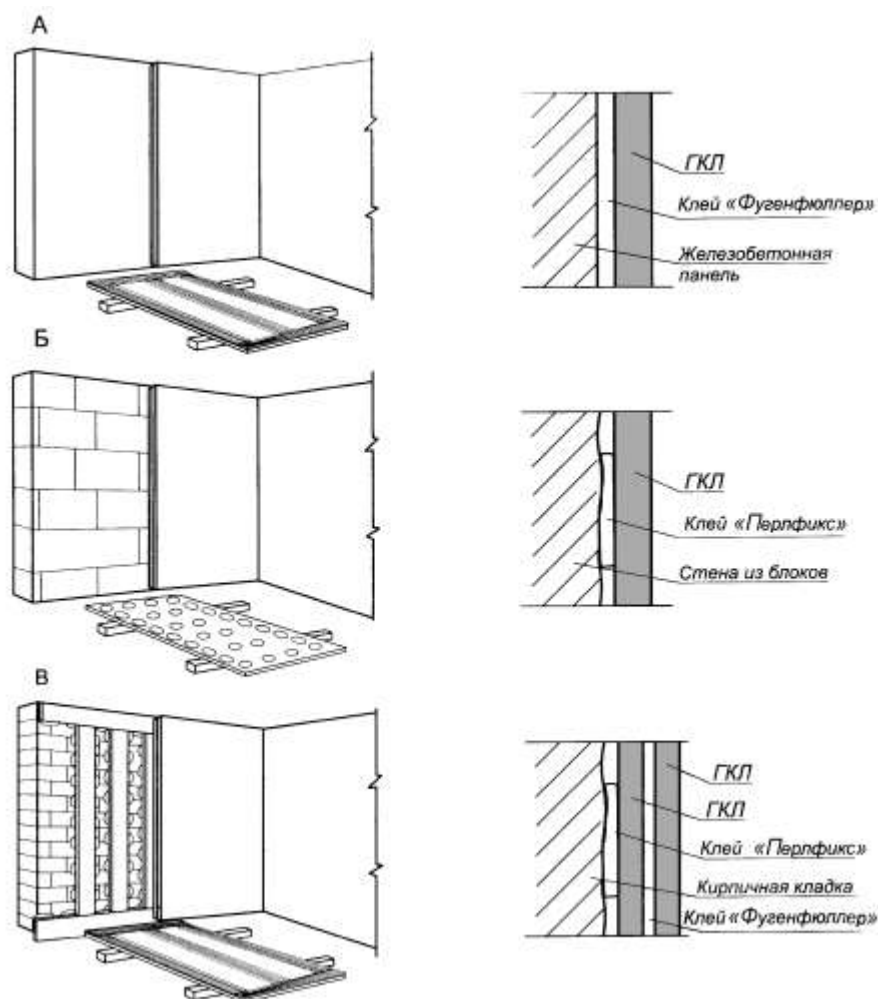

Рис. 12. Бескаркасный способ облицовки поверхностей
При бескаркасном способе монтажа гипсокартонные листы приклеиваются непосредственно на стену. В зависимости от ровности стены существуют три варианта приклеивания листов (рис. 12).
**Вариант А.** Ровная поверхность стены предполагает приклеивание листов к поверхности стены, что на практике встречается достаточно редко. Такие стены, как правило, выполнены из железобетонных панелей, а перегородки из пазогребневых блоков. В качестве клея используют затворенный раствор гипсовой шпаклевки «Фугенфюллер» или клея «Перлфикс». Их наносят на ГКЛ сплошными полосами по периметру и одной или двумя полосами в центре тонким слоем с помощью зубчатого шпателя (рис. 12а). При применении шпаклевки «Фугенфюллер» выступающий раствор из зазоров смежных листов используют для заделки стыков и выравнивающего слоя шпаклевки между швами.
**Вариант Б.** Неровность стены не более 20 мм. Это могут быть стены из кирпича, мелких блоков и других материалов, которые требуют более толстого слоя гипсового клея. В данном случае используется клей «Перлфикс», который наносят кельмой небольшими нащепками (кучками) по периметру листа с шагом около 25...30 см и вдоль середины листа 1–2 рядами с шагом 35...40 см (рис. 12б).
формируется ровная плоскость при помощи полос, отрезанных от листа ГКЛ, шириной около 10 см, ориентированных по периметру и центру листа (*рис. 12в*). Поверхность стены под полосы подготавливается и обрабатывается соответствующей грунтовкой, малярным валиком. Полосы приклеиваются к поверхности клеем «Перлфикс», который наносится мастерком. Наклеенные полосы выполняют роль маяков и должны быть хорошо выверены и приклеены в одной плоскости стены. После полного высыхания клея, к этим полосам с помощью клея «Фугенфюллер» приклеивается лист. После схватывания клея производится заделка стыковочных швов.